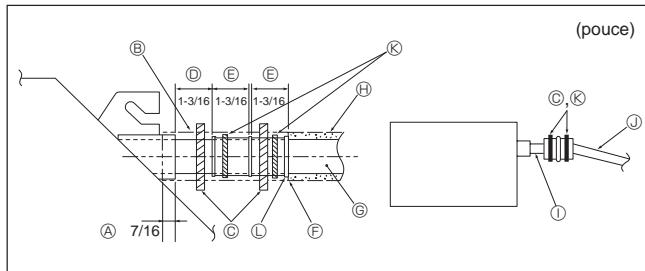

Fig. 5-6
- Raccorder la prise d'écoulement (fourni avec l'appareil) au port de drainage. (Fig. 5-6)